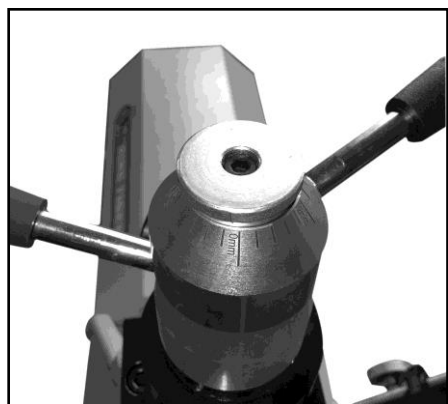

Рис. 4
3. Отведите ручку регулировки глубины назад, чтобы оставить соответствующее расстояние для глубины канавки. Используйте табличку регулировки глубины, чтобы проверить глубину канавки (Рисунок 4).